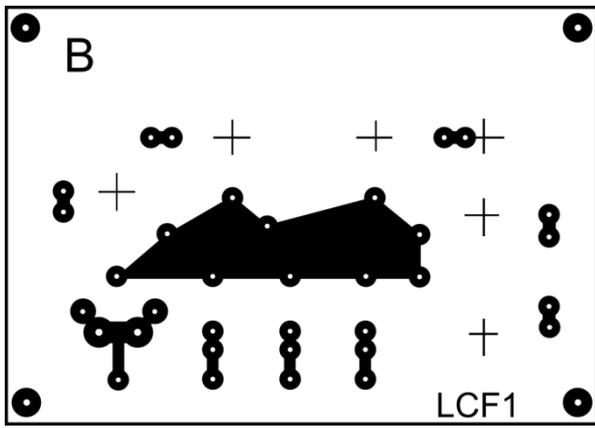

Fig. 7 – Circuit Imprimé B.
- b) Le CI. **B** (figure 7). Il porte les inductances et condensateurs  $L_r$  et  $C_r$ .